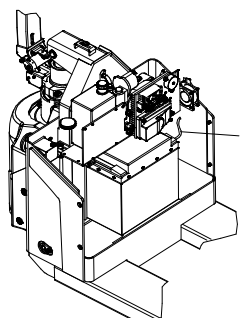

Fig.04
- (Fig.04) retire o fio de conexão da bateria de lítio 6. **Preste atenção nos polos positivo e negativo para evitar curto-circuito da bateria;**